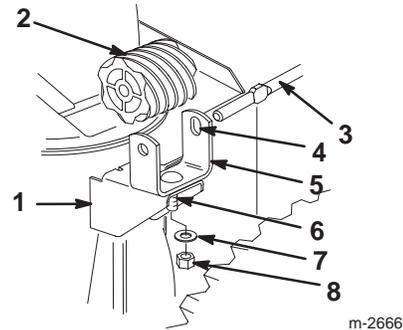

Bild 16
5. Stecken Sie die Schlossschraube in das dafür vorgesehene Loch im Schneckengetriebe-Profilteil (Bild 16).
6. Stecken Sie das Schneckengetriebe in das Profilteil, fluchten Sie die Schlitz im Schneckengetriebe und im Profil aus und stecken Sie dann die Getriebebestände des Auswurfkanals durch die Schlitz in Profilteil und Schneckengetriebe (Bild 16).
7. Bringen Sie das Schneckengetriebe und das Profilteil mit Schlossschraube, Flachscheibe und Sicherungsmutter lose am Montageflansch an (Bild 16).